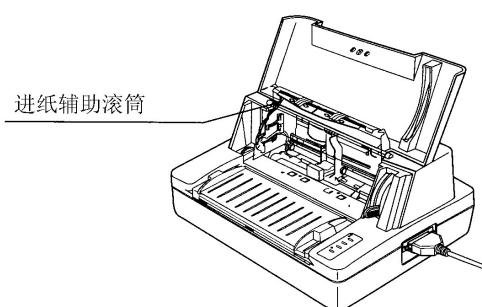

图 2-8 进纸辅助滚筒
3. 按住进纸辅助滚筒左右侧的凹洞并往上推，直到发出声响，然后使其停留在打印机上方(如图 2-8 所示)。